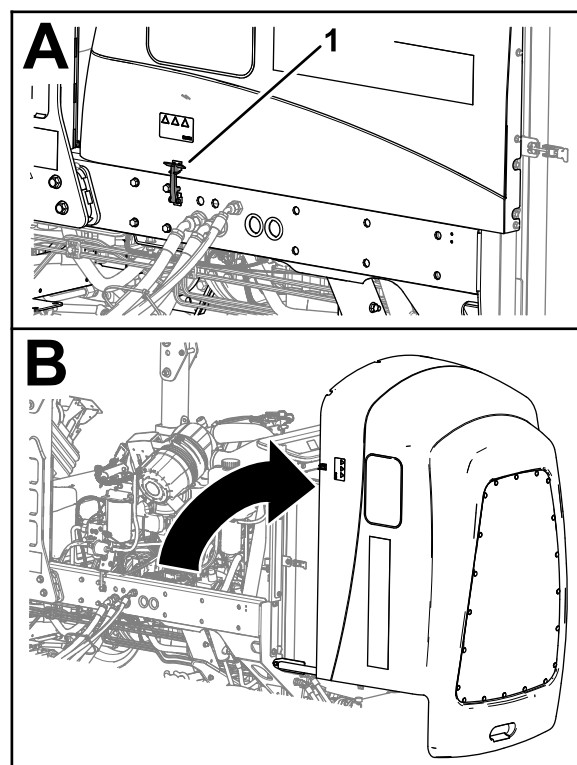

Figure 100
1. Ouvrez les 2 verrous du capot (Figure 100).